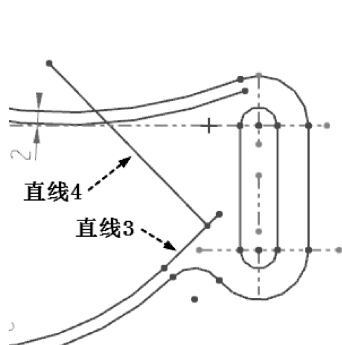

图 2-86 绘制直线 4
- 单击【直线】按钮, 绘制第 4 条直线, 利用垂直约束使直线 4 与直线 3 垂直约束, 如图 2-86 所示。